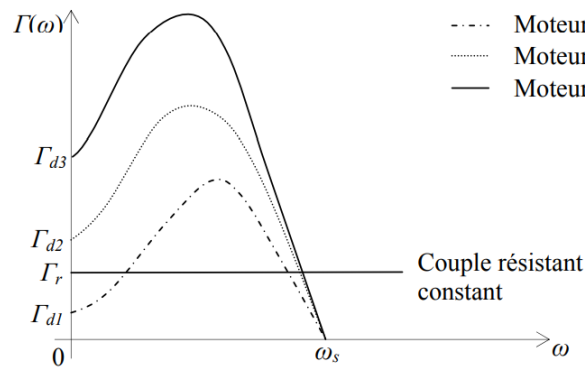

FIGURE 10 – Comparaison de 3 moteurs
13. On considère les courbes suivantes correspondant à trois moteurs différents (figure 10) reliés à la même charge exerçant un couple résistant Γ_r constant. Expliquer de façon précise quel(s) moteur(s) est (sont) susceptible(s) de démarrer.